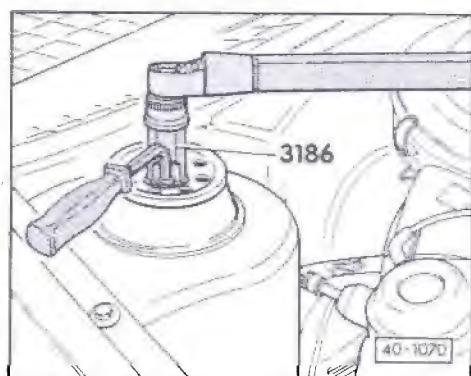

Fig. 1 Jambe de force : vissage et dévissage sur carrosserie
- ♦ Visser et dévisser => fig. 1
♦ Desserrer et serrer à fond => fig. 1
◄ Fig. 1 Ecrou à six pans : desserrage et serrage